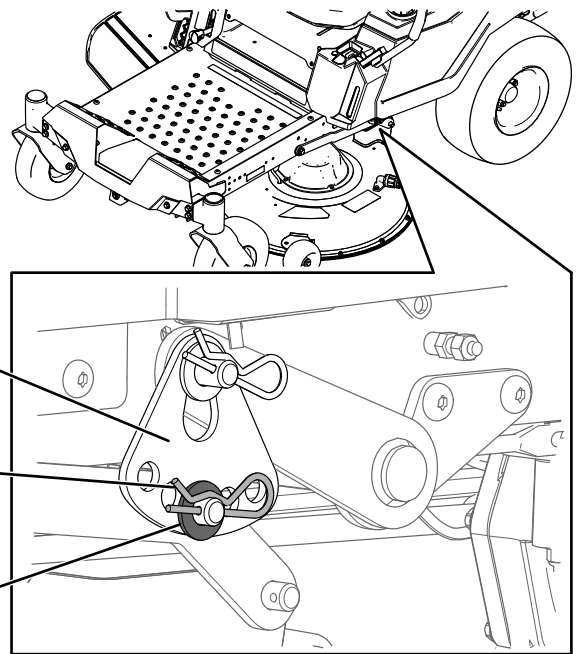

Figura 66
6. Retire la chaveta y la arandela del pasador inferior del brazo de elevación (Figura 66).